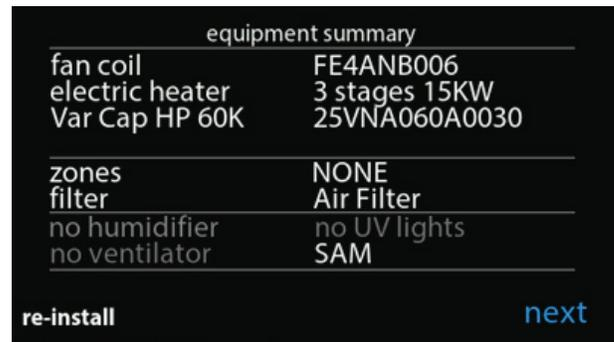

Fig. 10 – Écran récapitulatif de l'équipement
3. Si l'interface utilisateur est nouvelle, elle passe par une série d'écrans de configuration. Naviguez ces écrans de configuration jusqu'à l'écran récapitulatif de l'équipement (voir la Fig. 10). Vérifiez que le bon équipement est affiché à l'écran. Si l'unité intérieure installée correspond à un serpentin de four, vérifiez que cette option a été sélectionnée. L'interface utilisateur procède